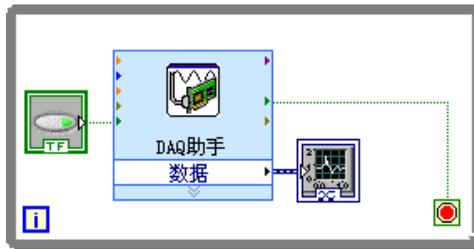

图 4-2 读取电压 VI 的程序框图
7. 单击**是**按钮。LabVIEW 可在程序框图上放置 While 循环，“DAQ 助手” Express VI 和图形显示控件位于循环内。While 循环的停止按钮与“DAQ 助手” Express VI 的**停止**输入端相连。Express VI 的**已停止**输出端与 While 循环的条件接线端相连。程序框图如图 4-2 所示。